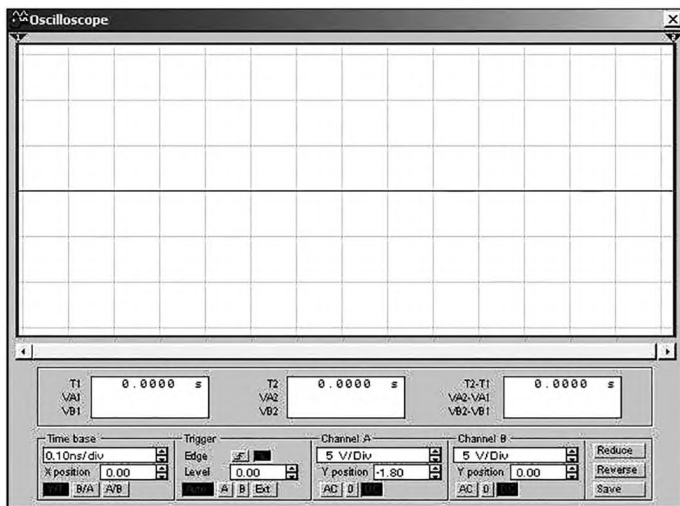

Рис. 6.6. Лицевая панель осциллографа
6.2.11. Установить настройки осциллографа согласно рис. 6.6.